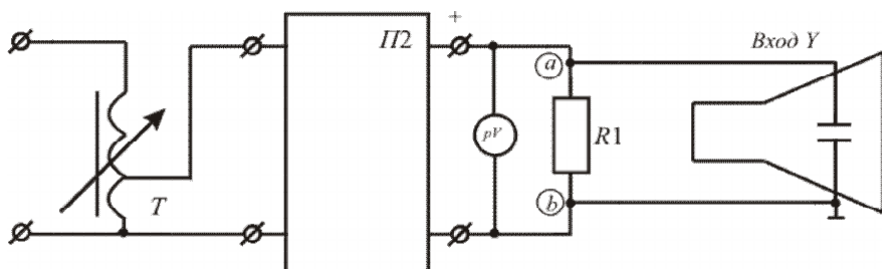

Рис. 7.2.
7. Соберите цепь по схеме рис. 7.2, включив мостовой выпрямитель П2.